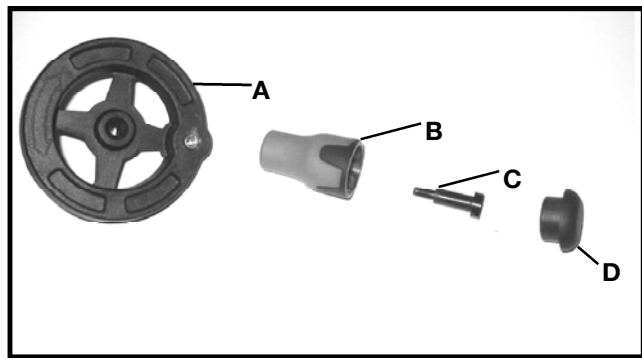

Fig. 5
1. Insérer la vis spéciale (C) dans la poignée (B) fig. 5 puis visser la vis en sens horaire pour assembler la poignée sur le volant (A). Puis enfoncer le capuchon de la poignée (D).